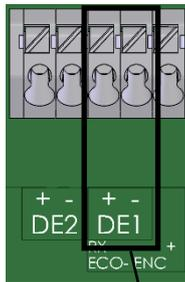

Abb. 8
1. Schließen Sie den Impulsausgang des Gaszählers an die Klemme „DE1“ (**1** in Abb. 8) des EK205 an.